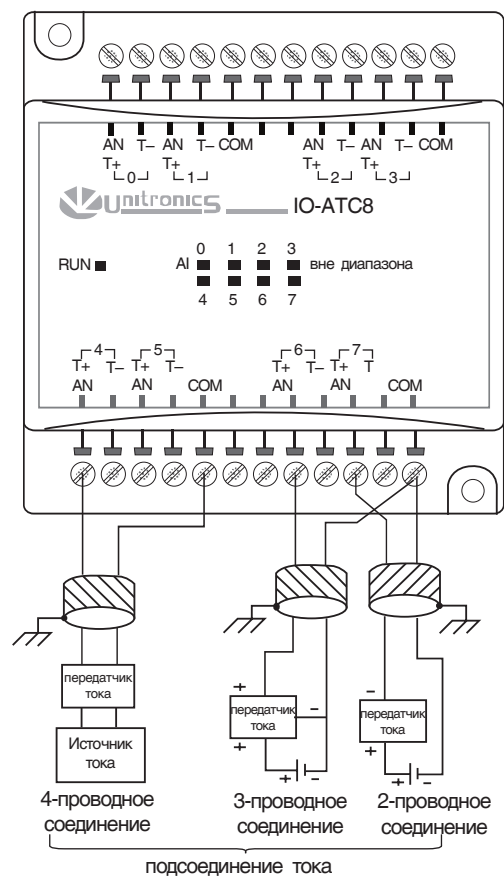

Рис. 46
1. Используйте соответствующую разводку, как показано на рис. 46.